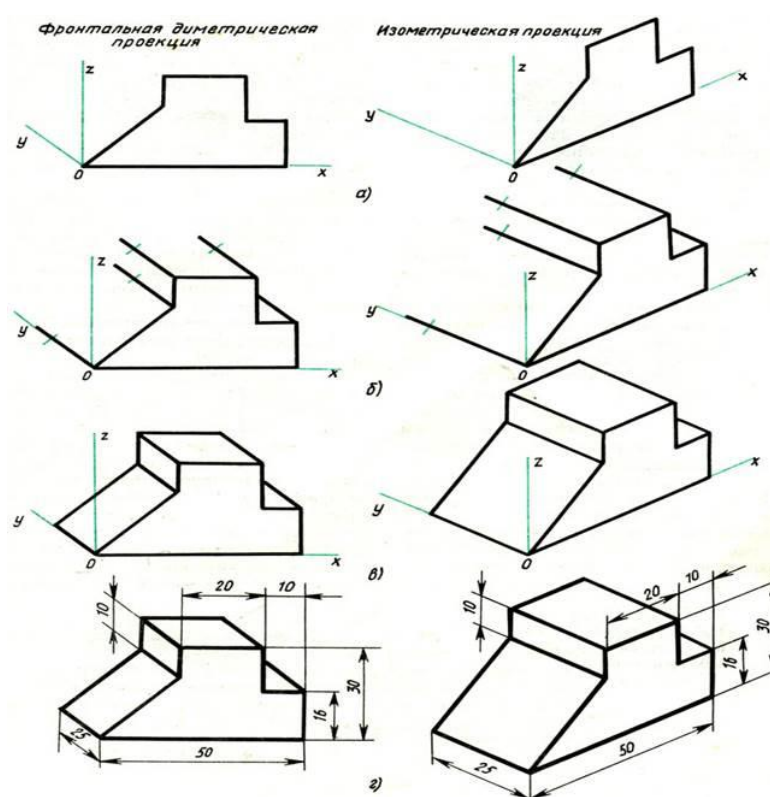

Рис.36
- построение проекций остальных граней посредством изображения ребер модели; обводка изометрической проекции (рис. 36).